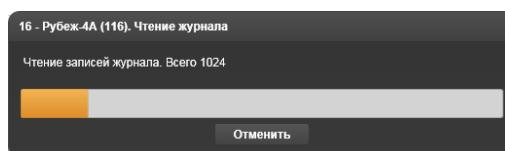

Рисунок 14.14.12 – Окно прогресса Чтение журнала
**Журнал событий** – функция, позволяющая просмотреть журнал событий ГК, выделенного в рабочей области. Выбор этой функции вызывает открытие окна чтения журнала событий ГК (Рисунок 14.14.12)